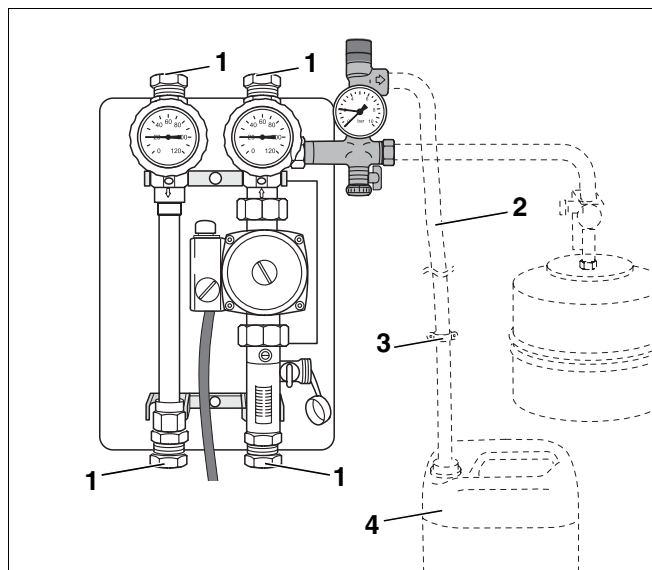

Fig. 9 Conexión de la estación solar
- ▶ Acople las tuberías al colector así como a los consumidores (acumuladores solares) a través de las roscas de conexión (fig. 9, **pos. 1**). Asegure los componentes contra torsión.
- ▶ Dirija la tubería de unión (fig. 9, **pos. 2**) desde el orificio de salida de la válvula de seguridad hasta el recipiente colector (fig. 9, **pos. 4**) y fíjela bien.